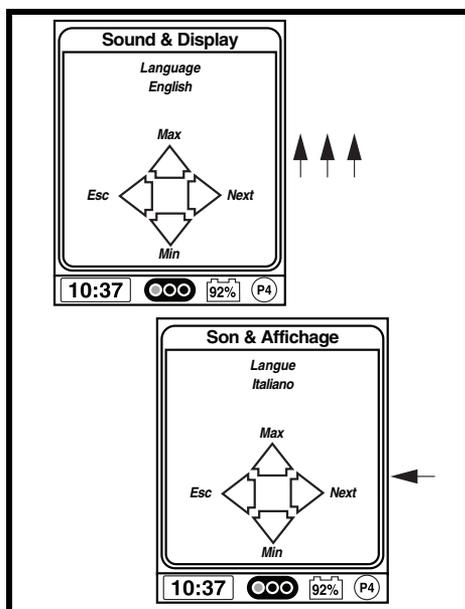

Figura 14. Schermata della lingua
6. Spingere il joystick verso l'alto fino alla visualizzazione della lingua desiderata. Vedere figura 14.